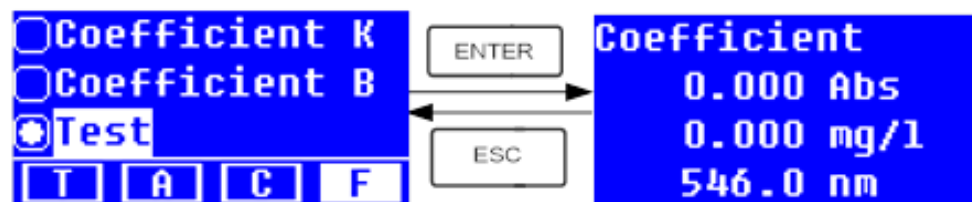

Figura 23
- Para evaluar las muestras, use las teclas ▲ o ▼ para mover el cursor a "Test" y presione ENTER, el sistema le conducirá a la siguiente interfaz de prueba de datos (Figura 23).